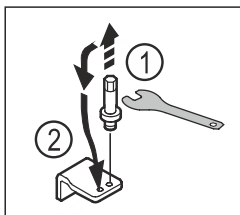

Fig. 17
- ▶ Išsukite apatinės atraminės gembės kaištį raktu su išoriniu šešiabriauniu SW5. Fig. 17 (1)
- ▶ Įstatykite kaištį priešingoje pusėje. Fig. 17 (2)